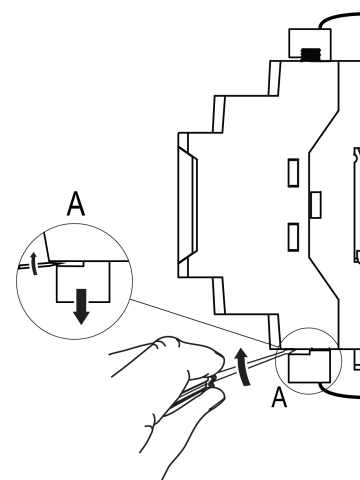

Рисунок 5.2 – Отсоединение съемных частей клемм
3. Не демонтировать внешние линии связи. Отделить от шлюза съемные клеммники с проводами с помощью отвертки или другого подходящего инструмента (см. рисунок 5.2).